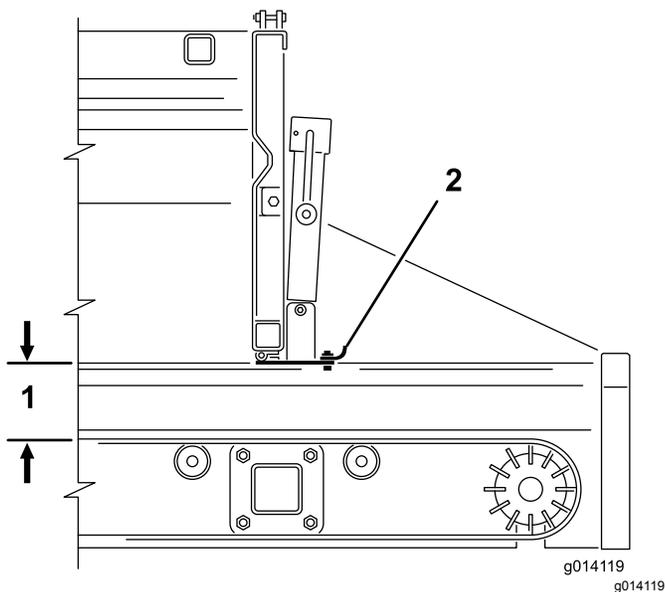

Рисунок 39
2. Для открывания или закрывания регулируемой секции заднего борта используйте рукоятку домкрата (Рисунок 38 и Рисунок 39). Это ограничивает поток материалов при использовании контролируемой разгрузки.